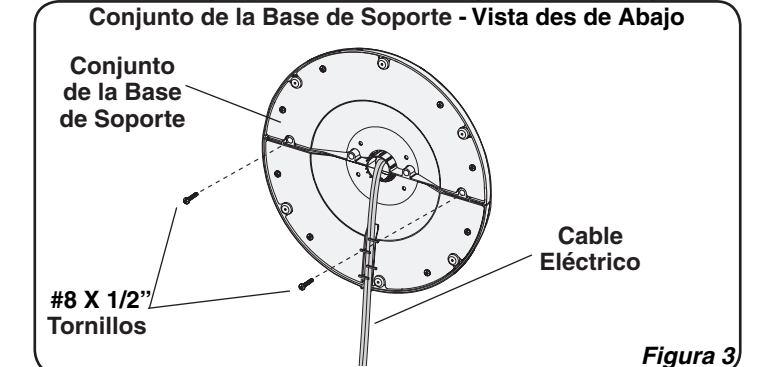

Figura 3
5. Fije los **Tornillos (4) #8 X 1/2"** en los cuatro orificios que se encuentran en la parte inferior de la base. (**Figura 3**)